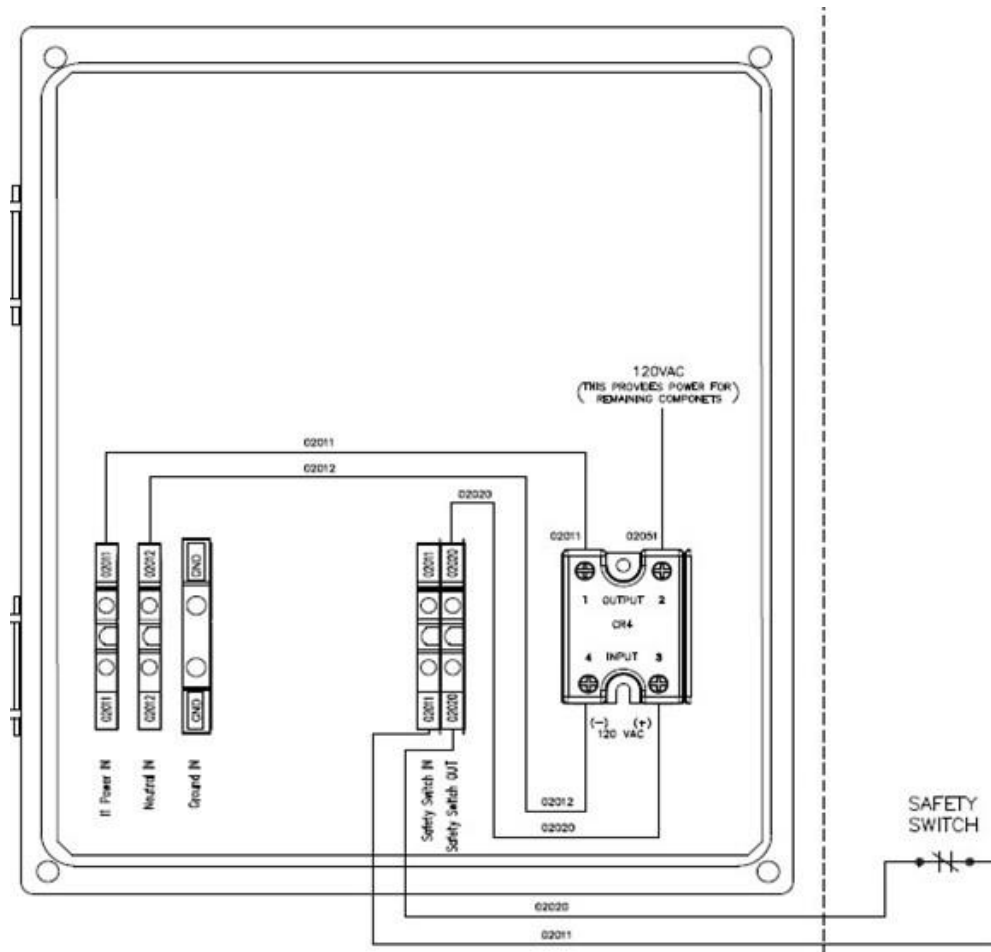

Figura 8-4: Diagrama del circuito de alimentación del panel de control VST de 120 VCA del panel de control VST
- **Figura 8-4:** El panel se alimenta desde el panel de distribución eléctrica principal y ESO está incorporado en el circuito por los terminales ESO IN y ESO OUT.